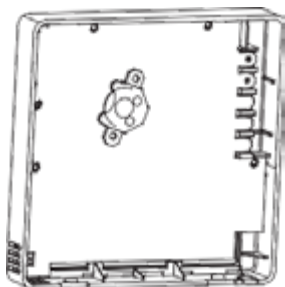

Abb. 3-5
- Setzen Sie den Akku in das Gehäuse ein - beachten Sie die Polarität der Kontakte und des Akkus (s. Abb. 3-5).